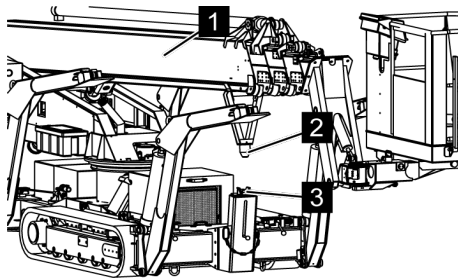

Fig. 98: Monter le bras télescopique
- 1.** ➔ *Monter le bras télescopique (Voir la Fig. 98/1), jusqu'à ce que le centrage du support (Voir la Fig. 98/2) soit à environ 35 à 40 cm du support du bras télescopique (Voir la Fig. 98/3).*